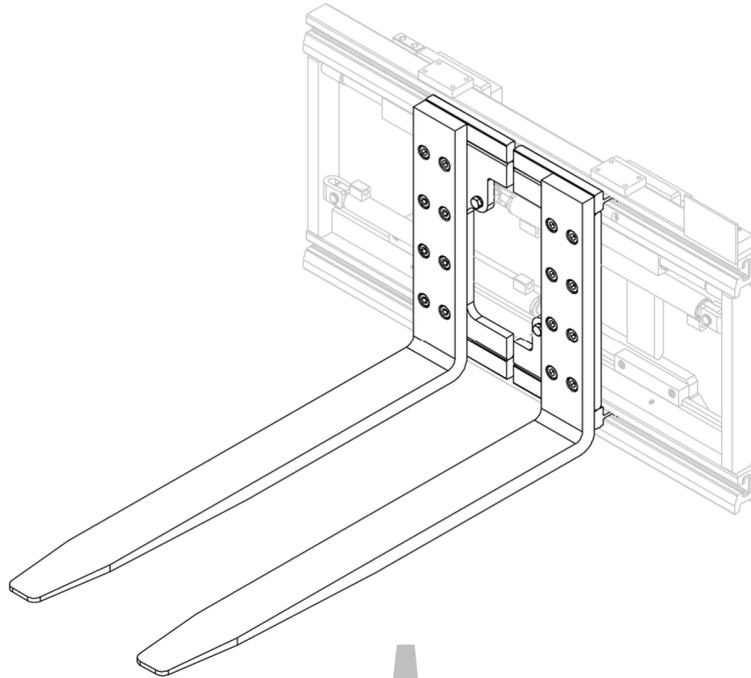
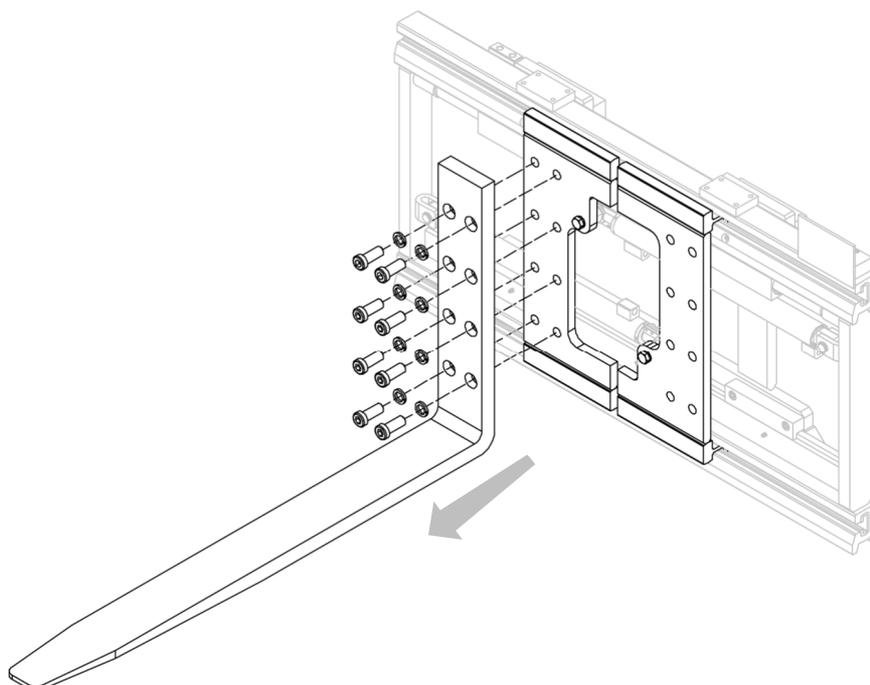

Abbildung 23
Abbildung 24
2. Entfernen Sie die Gabeln von den Platten, nachdem Sie die entsprechenden Schrauben und Federringe entfernt haben, die sie fixieren (siehe *Abbildung 23* und *Abbildung 24*).